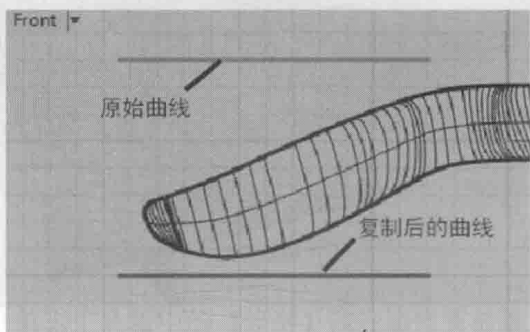

图 5-65 调整曲线
(19) 原地复制一份曲线, 切换到 Front 视图, 参照图 5-65 所示, 在垂直方向上调整原始曲线与复制后的曲线的位置。